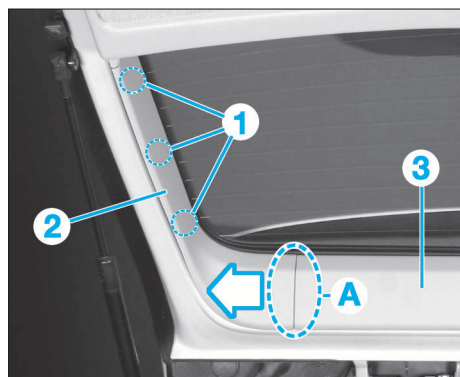

FIG. 84
• Défaire les clips (1) à l'aide d'une spatule prévue à cet effet du revêtement de cadre de lunette arrière à gauche et à droite (Fig.84).